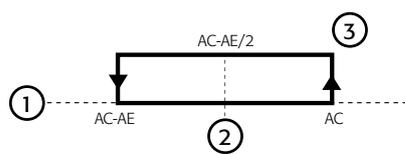

Fig. 4.l
- indique le dépassement de la limite entre Ac et AE (dérivée du calcul: $Ac-AE/2$, voir Fig. 4.l);
- indique le dépassement du point de consigne de température Ac (voir Fig. 4.l);